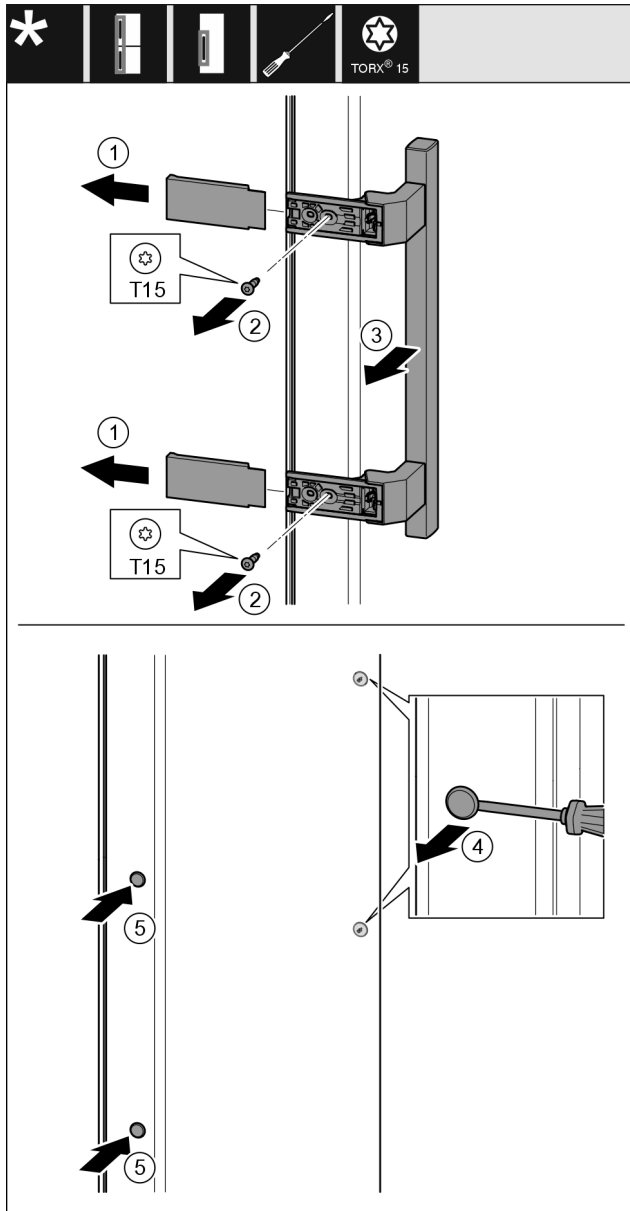

Fig. 20
- ▶ Abdeckung Fig. 20 (1) abziehen.
- ▶ Schrauben Fig. 20 (2) mit Schraubendreher herausdrehen.
- ▶ Griff Fig. 20 (3) abnehmen.
- ▶ Seitlichen Stopfen Fig. 20 (4) vorsichtig mit einem Schlitzschraubendreher anheben und herausziehen.
- ▶ Stopfen Fig. 20 (5) auf der anderen Seite wieder einsetzen.